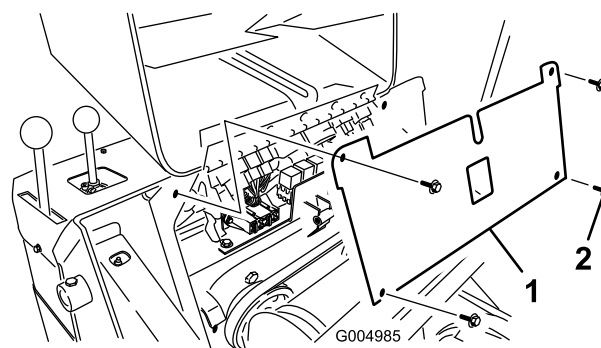

Figure 41
- Retirez les 4 vis de fixation du panneau de fusibles et tirez le panneau vers vous puis vers le haut pour le déposer (Figure 41).